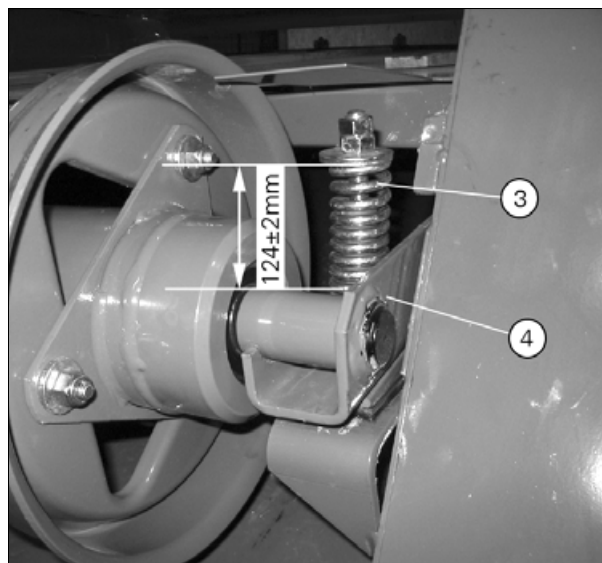

Рис. 1.
- Сожмите пружину (3) (рис. 1), так чтобы ее длина была равна 124 ± 2 мм.